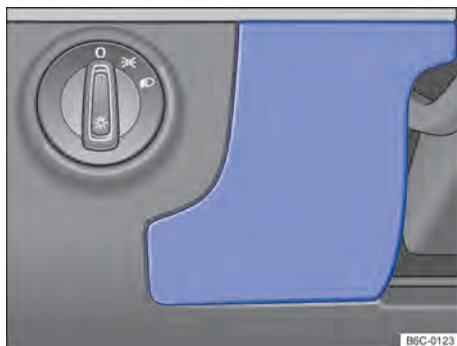

Fig. 173 No lado do condutor do painel de instrumentos: cobertura da caixa de fusíveis.
- Segurar a cobertura da caixa de fusíveis → Fig. 173 e puxar para frente.